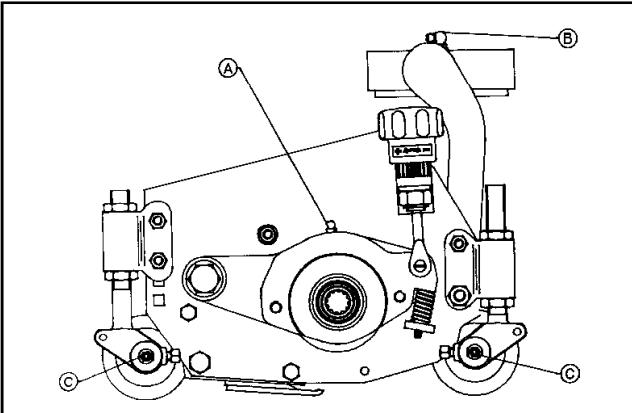

Fig.35
25. time. (A Fig. 35)
25. time. (B Fig. 35)
25. time. (C Fig. 35)
| Skärcylinderlagren | varje vecka eller var 25:e timme (A fig. 35). |
| Axeltappen | varje vecka eller var 25:e timme (B fig. 35) |
| Rullagren | varje vecka eller var 25:e timme (C fig. 35) |